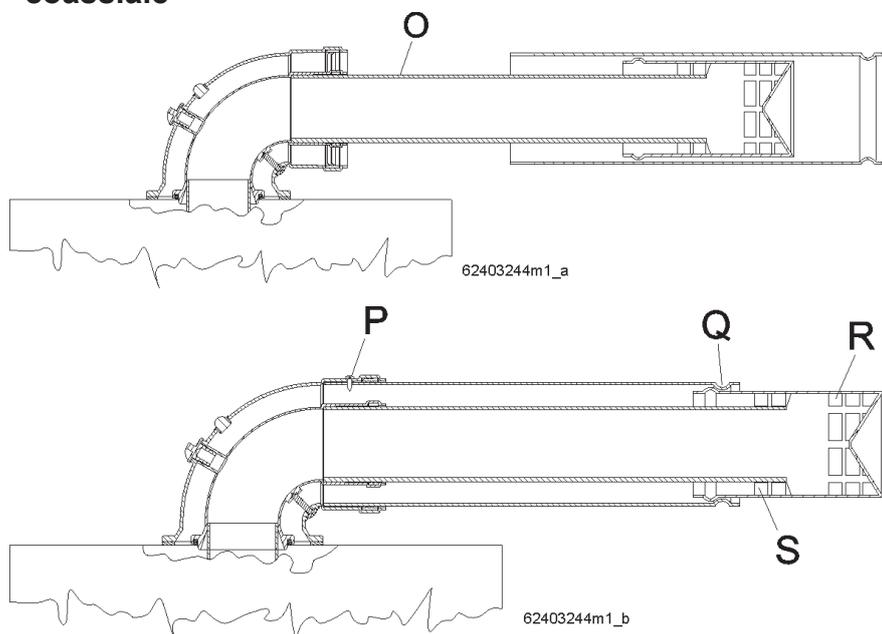

Figura 37 - Corretta installazione del condotto coassiale
**ATTENZIONE!!!** Seguire scrupolosamente le fasi di installazione del condotto coassiale come illustrato in figura 37. In particolare occorre:
**ATTENZIONE!!!** Una volta eseguite queste operazioni verificare che le griglie di aspirazione aria "S" e di scarico fumi "R" escano entrambe dal condotto esterno, e che le battute "Q" siano rispettate come da figura 37.